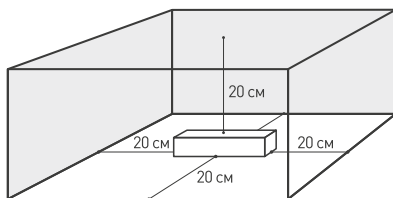

Рис. 1.
- 4.3. Для естественной вентиляции обеспечьте свободное пространство вокруг источника питания не менее 20 см, как изображено на рис. 1. Если обеспечить свободное пространство невозможно — используйте принудительную вентиляцию. В случае установки в ограниченном пространстве (например, лайтбокс или профили) предусмотрите обеспечение требуемого температурного режима источника питания. Не допускайте чтобы блок питания работал с температурой корпуса, равной t_c , т. к. это снижает гарантийный срок в 2 раза.